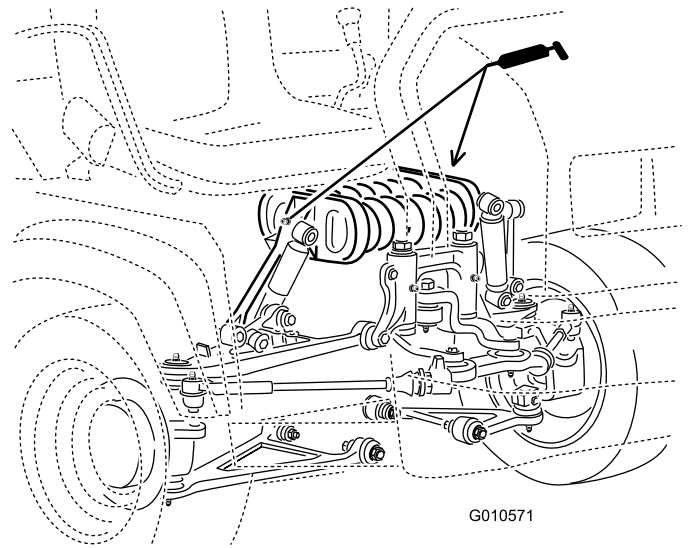

Figura 40
- Torre de mola (2) (Figura 40)